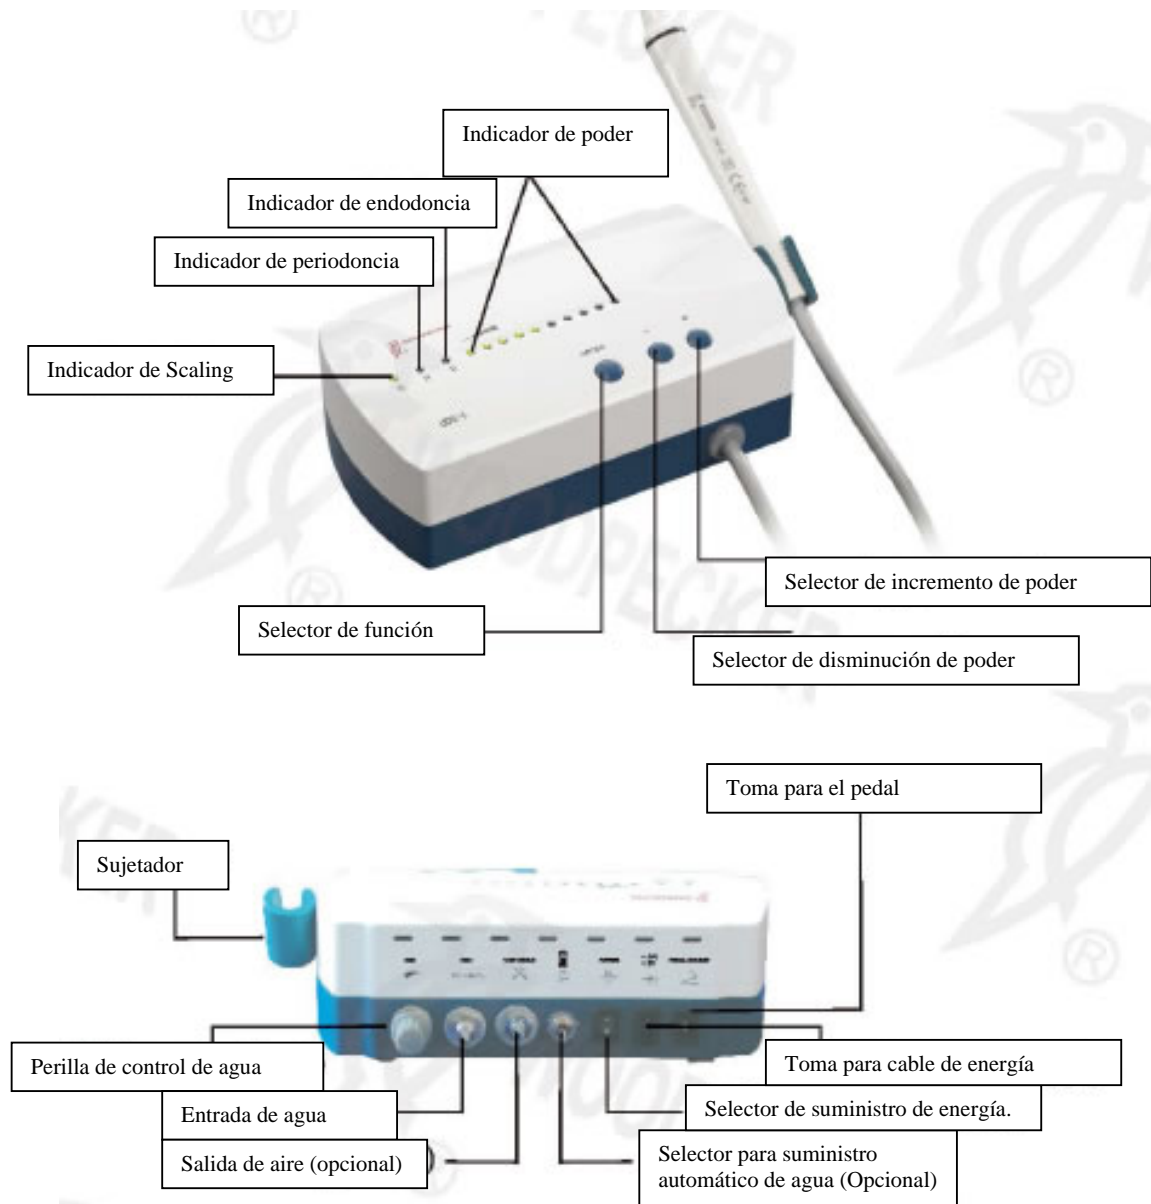

FIGURA 1
- a) El croquis de diseño para la parte frontal y posterior de la unidad principal son mostrados en la figura 1